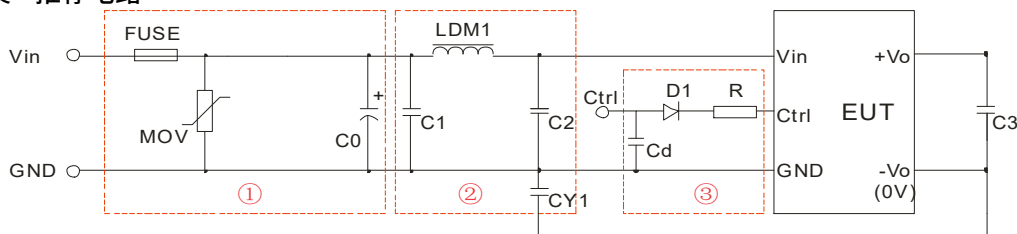

图 3
- ①图 3 中第①部分用于 EMS 测试;第②部分用于 EMI 滤波,可依据需求选择;
② V_C 为 Ctrl 端相对于输入地 GND 的电压, V_D 为 D1 的正向导通压降, I_C 为流入 Ctrl 端的电流,一般取 5-10mA, Ctrl 端外围电路如图 3-③;
③若图中元器件无附其参数说明,则此型号外围中不需要这个元器件。